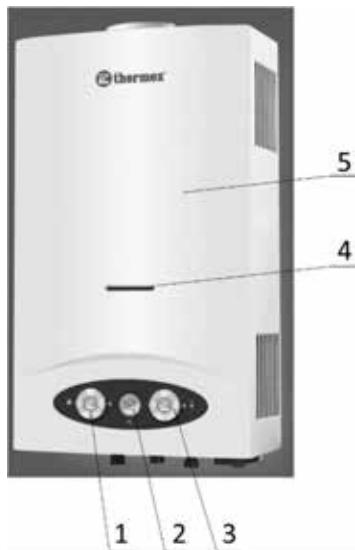

Рисунок 1
ГПВН настенного типа имеет прямоугольную форму, образуемую съемной облицовкой, установленной на каркасе (**Рис. 1, 2**).
Составные части изделия, поясняющие принцип устройства ГПВН и требующие технического обслуживания во время эксплуатации, показаны на **Рис. 1**.
2.5.3 Основные узлы ГПВН, (Рис.1, 2):